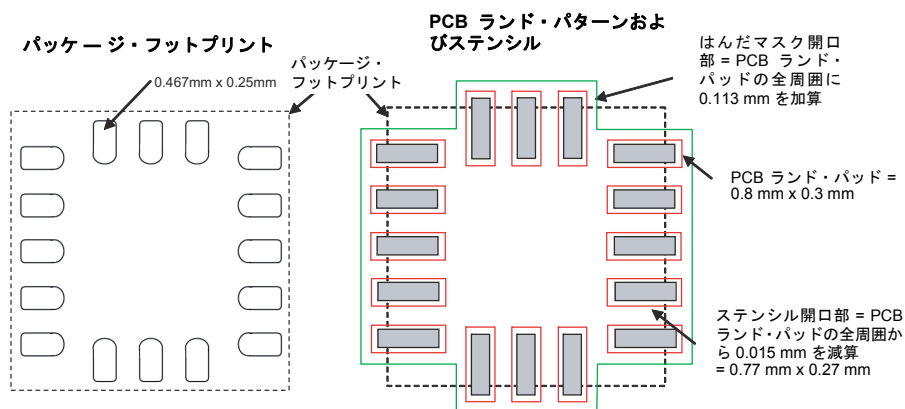
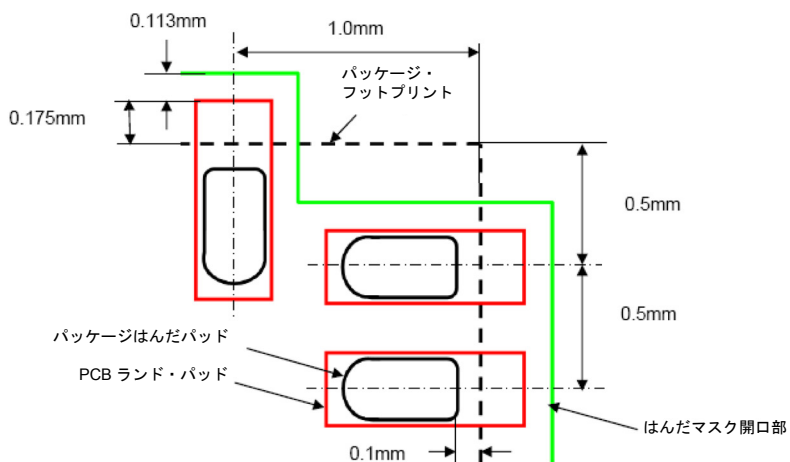

図 5. パッケージ・フットプリント周辺の推奨される PCB ランド・パッド、はんだマスク開口部、およびステンシル開口部
図 6. 寸法の詳細
1. PCB ランドは、図 5 および図 6 に示すように非はんだマスク定義 (NSMD) に沿って設計します。
3. PCB のランド・パッドは、図 5 および図 6 に示すように 0.8 mm x 0.3 mm のサイズです。